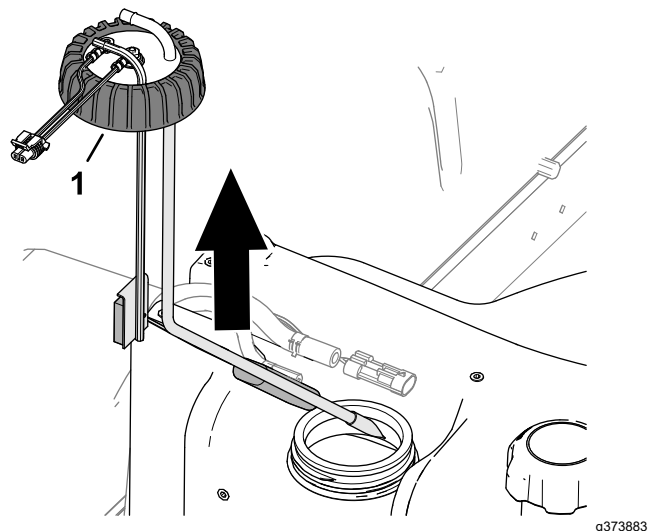

Рисунок 94
5. Ослабьте крышку датчика уровня топлива (Рисунок 94).